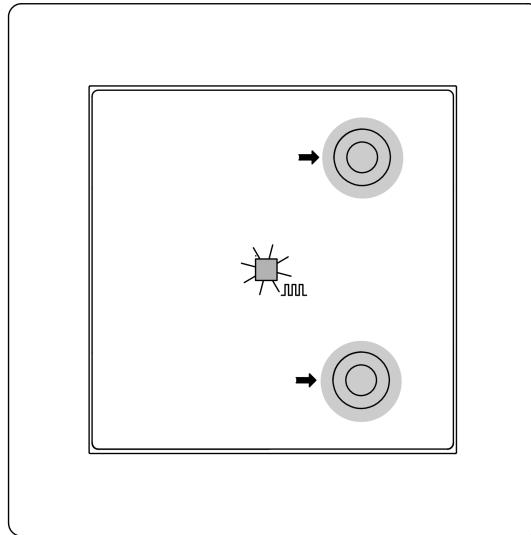
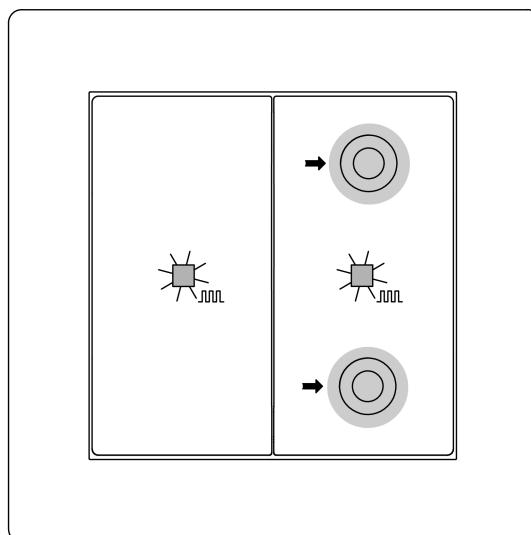

Bild 5: Programmiermodus aktivieren (1fach)
Bild 6: Programmiermodus aktivieren (2fach)
(siehe Bild 5) und 2fach (siehe Bild 6)**
- Programmiermodus aktivieren: Taste oben rechts und Taste unten rechts gleichzeitig drücken und für > 4 Sekunden halten (siehe Bild 5).